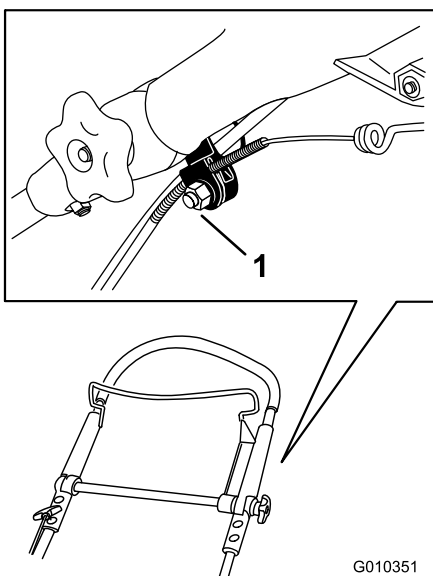

Рисунок 49
1. Ослабьте болт на хомуте тросика (Рисунок 49).